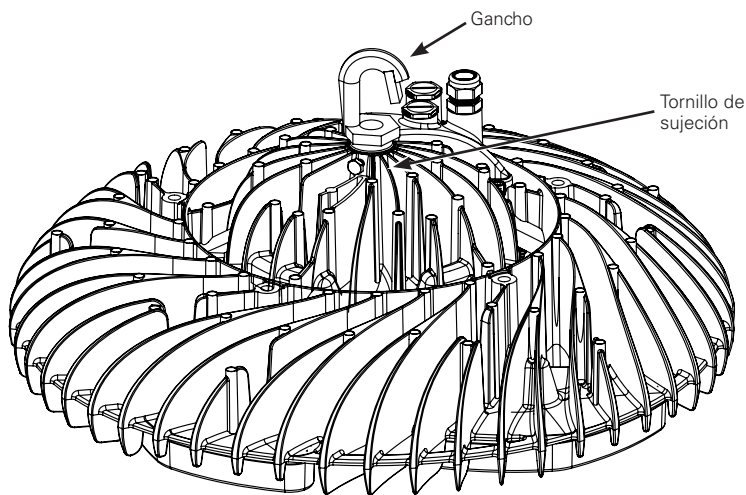

Figura 4
- Enrosque el gancho de conducto NPT de 3/4" en la luminaria hasta que quede firme (Figura 4).